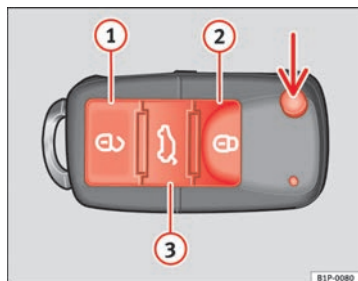

Abb. 42 Tastenbelegung
Mit der Taste ⇒ Abb. 42 (Pfeil) der Fernbedienung wird der Schlüsselbart ausgeklappt.
Fahrzeug entriegeln  ⇒ Abb. 42 ①.
Fahrzeug verriegeln  ⇒ Abb. 42 ②.
Heckklappe entriegeln. Die Taste  ⇒ Abb. 42 ③ betätigen, bis alle Blinkleuchten am Fahrzeug kurz aufleuchten. Nach Drücken der Entriegelungstaste  ③ können Sie die Heckklappe innerhalb von 2 Minuten öffnen. Nach Ablauf dieser Zeit wird die Heckklappe wieder verriegelt.
- Drücken Sie die Taste   ⇒ Seite 81, Abb. 42 auf der Fernbedienung.